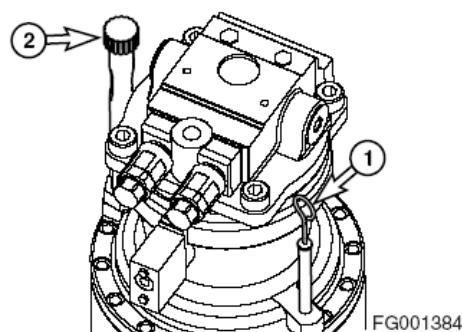

Рис. 24
1. Достать щуп (1, рис. 24) и вытереть масло чистой тряпкой.
2. До конца вставить щуп (1, рис. 24) в трубку для щупа.
4. Если на щупе уровень ниже метки **L** добавить масло через заливное отверстие (2, рис. 24).